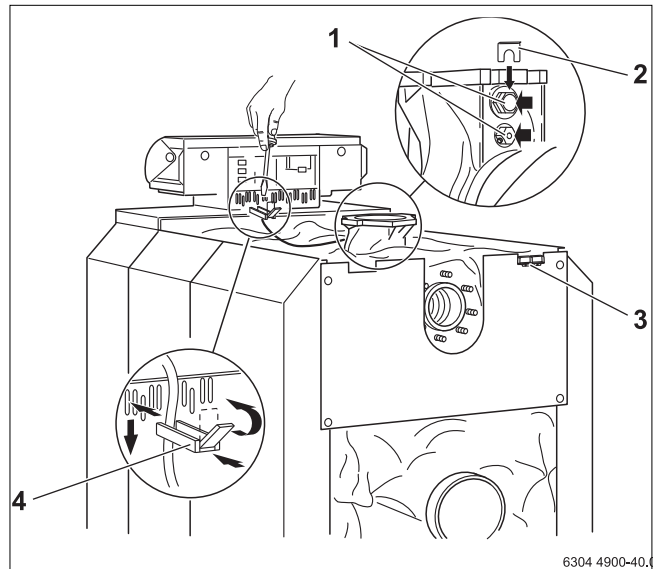

Рис. 52 Крепление электрической проводки
- ▶ Установите датчики в соответствующие гильзы и закрепите фиксатором (выноска на → рис. 52, повернуто на 180°).